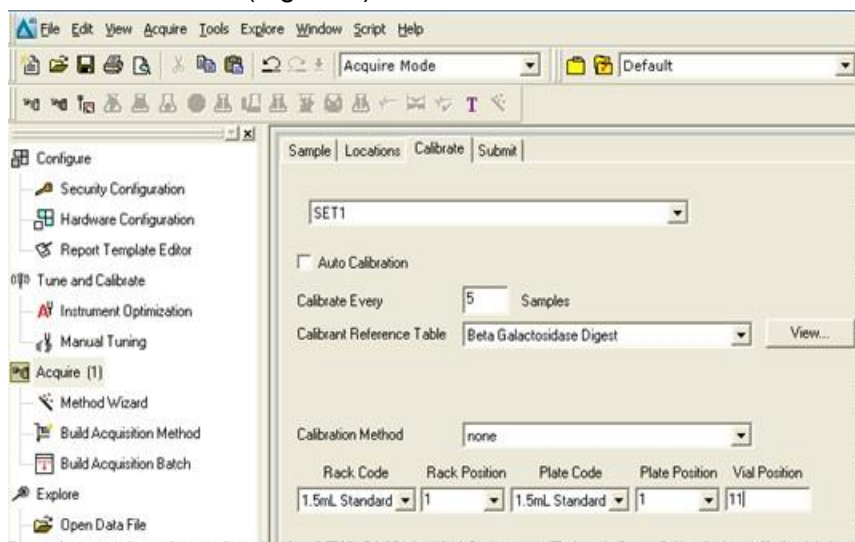

Figura 7. Tela para calibração via Batch Editor (*Re-calibrate TOF*).
- 2.2.4. Clique na aba *Calibrate* (Figura 7).